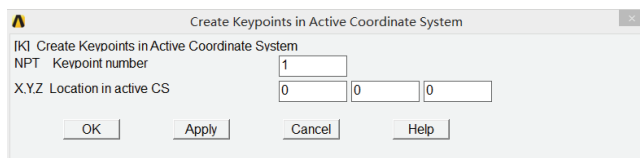

图 5-90 创建关键点对话框
1) 选择 Main Menu | Preprocessor | Modeling | Create | Keypoints | In Active CS 命令, 出现 Create Keypoints in Active Coordinate System 对话框, 在 NPT Keypoint number 输入栏中输入 1, 在 X,Y,Z Location in active CS 输入栏中分别输入 0、0、0, 如图 5-90 所示, 单击 OK 按钮关闭该对话框。